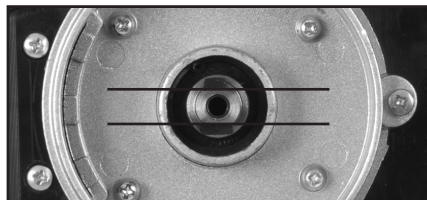

Fig. 12
Note : les deux (2) plats usinés sur l'arbre d'entraînement du moteur s'engagent dans le plateau porte-disque pour fournir un entraînement et un positionnement positifs. (Fig. 12)